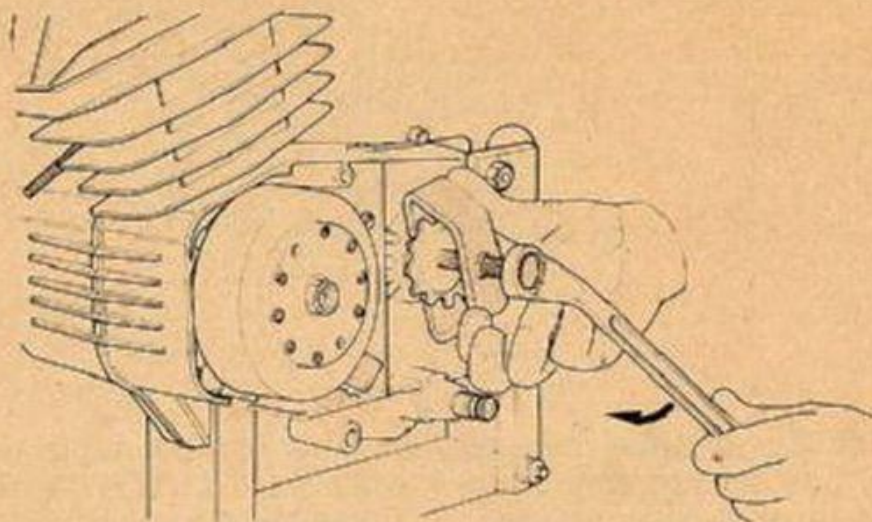

FIG. 14 Estrazione pignone catena
- 8) **USANDO** l'apposito estrattore (cod. 05.0051.0) e agendo sulla vite centrale con una chiave da 17 mm togliere il pignone catena (fig. 14). Nel caso di albero secondario con scanalatura il pignone si sfila manualmente.